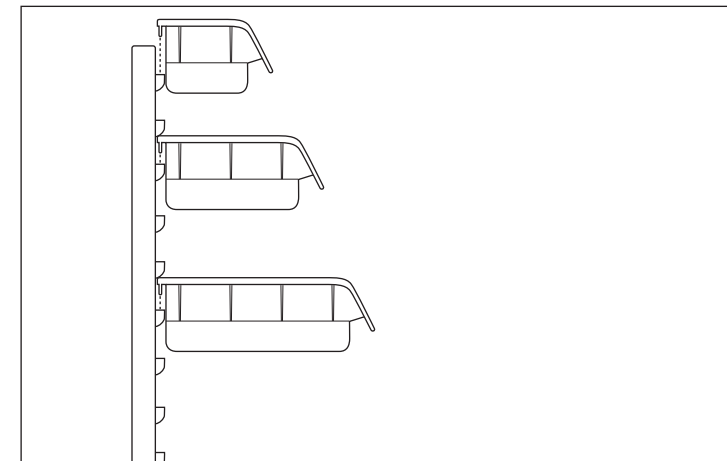

Abb. 3
- Stecken Sie die Box so von oben in den freien Steckplatz, dass beide Haken in die Wandpaneele greifen (siehe Abb.3).